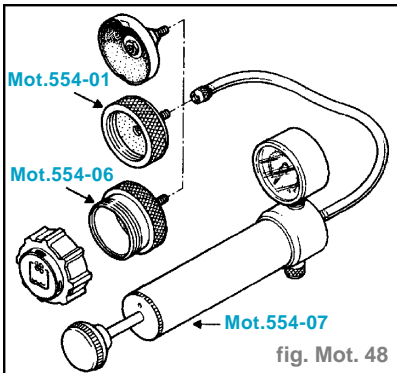

fig. Mot. 48
- Remplacer la soupape de vase d'expansion par l'adaptateur **M.S. 554-01** (fig. Mot. 48).